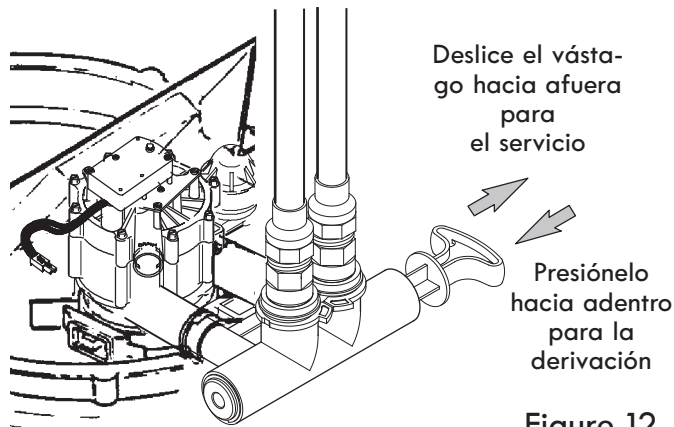

Figure 12
Si instaló un sistema de derivación de 3 válvulas (Fig. 13), se mantendrá la continuidad eléctrica. Si instaló la válvula de derivación no metálica (Fig. 12), restaure la conexión a tierra de esta manera:
3. Mueva las válvulas de derivación a la posición de "derivación" (Bypass) (vea las Fig. 12 y 13). En una válvula de una derivación, deslice el vástago hacia adentro a la posición de derivación. En una derivación de 3 válvulas, cierre las válvulas de entrada y salida, y abra la válvula de derivación.